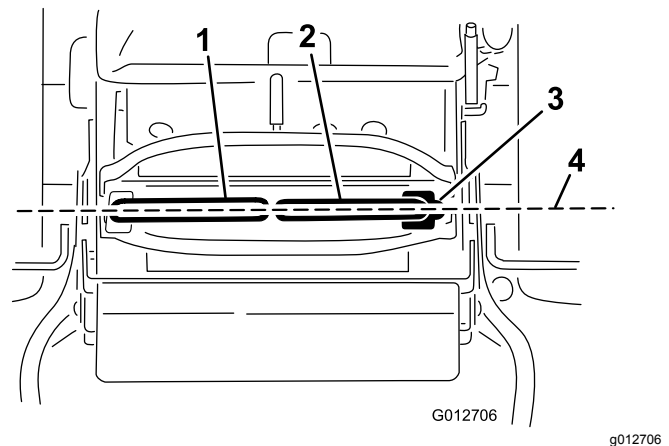

Bild 66
Wichtig: Stellen Sie sicher, dass die Spur nach dem Einstellen der Fahrtriebshebel richtig ist (Bild 66).
1. Nach der seitlichen Ausrichtung müssen Sie die Ausrichtung in Längsrichtung prüfen; drücken Sie die Fahrtriebshebel etwas nach vorne, um das Spiel im Gestänge der Hebel zu entfernen (Bild 66).